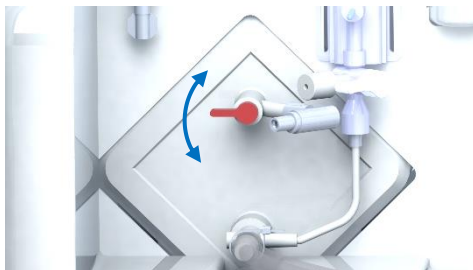

Figure 14 : Vanne d'air sur l'oxygénateur
- Désaérez l'oxygénateur via le port d'échantillonnage à l'aide d'une seringue. Retirez d'abord le bouchon du port d'échantillonnage. Tournez la vanne de désaération rouge (voir figure 14) sur l'oxygénateur vers le bas (filtre pré-artériel) et aspirez jusqu'à ce que l'air soit éliminé. Tournez la vanne rouge vers le haut (filtre post-artériel) et aspirez à nouveau jusqu'à ce que l'air soit totalement éliminé. Mettez la vanne en position fermée (position centrale) et placez le bouchon sur la vanne d'échantillonnage.
L'échantillonnage du liquide de perfusion s'effectue à partir de l'oxygénateur via le port d'échantillonnage (figure 7, élément 6) à l'aide d'une seringue. Tournez la vanne d'échantillonnage (figure 7, élément 12 et figure 14) sur l'oxygénateur vers le bas pour prélever un échantillon à partir du filtre pré-artériel. Tournez la vanne vers le haut pour prélever un échantillon à partir du filtre post-artériel. Amenez la vanne sur la position fermée (position centrale) après l'échantillonnage. Pour éviter les fuites accidentelles, le kit de perfusion est équipé d'un orifice d'échantillonnage à fermeture automatique. Pour prélever un échantillon de la solution de perfusion, suivez la procédure ci-dessous en veillant à maintenir la stérilité !